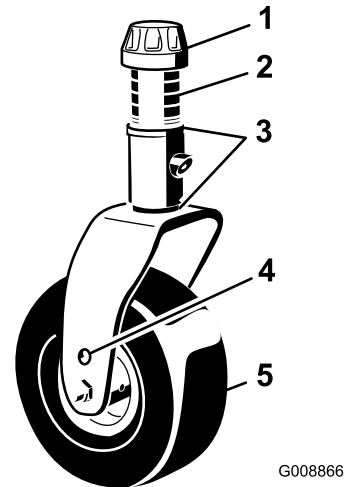

Figura 34
3. Ajuste los suplementos de 3 mm de las horquillas de las ruedas giratorias delanteras hasta que la altura de corte se corresponda con la marca de la pegatina (Figura 34); consulte Medición de la inclinación de la carcasa de corte \(página 67\).